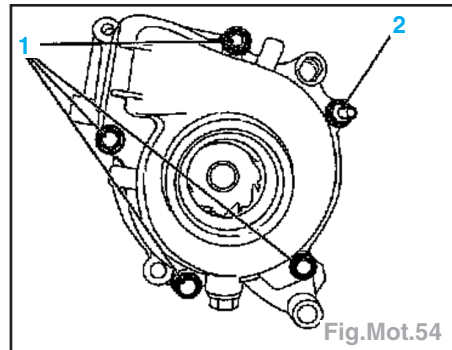

Fig.Mot.54
Nota : En cas de remplacement de la pompe à eau, la serrer dans un étau et déposer les vis (1) et le goujon (2), faire attention aux douilles de centrage (Fig.Mot.54).